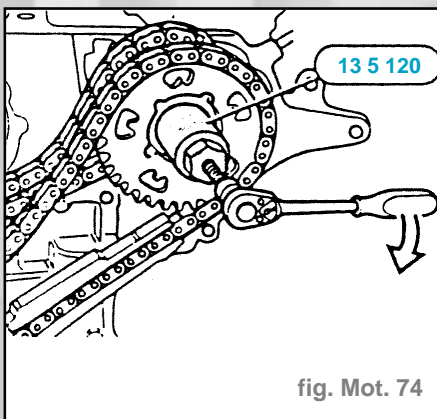

fig. Mot. 74
- Enlever la vis du pignon de pompe l'extraire avec l'outil spécial **13 5 120** avec sa vis d'extraction (fig. Mot. 74).